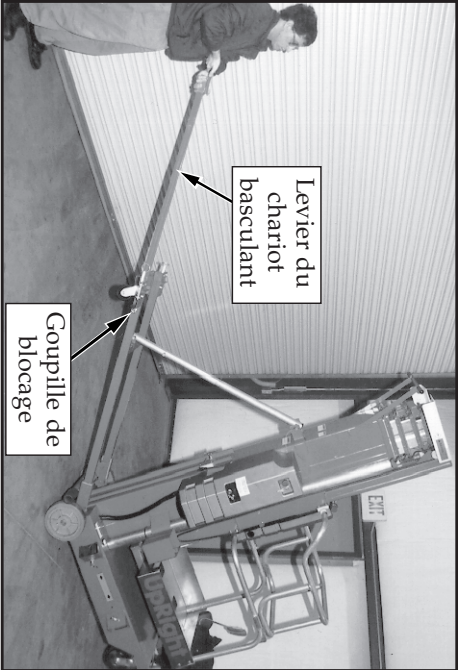

Figure 8 : Basculement et redressement à l'aide du levier du chariot basculant
4. Sortir le levier du chariot basculant à la position de basculement/redressement. Pour ce faire, libérer la goupille de blocage et tirer sur le levier du chariot basculant jusqu’à ce que la goupille s’engage à nouveau (figure 8).
5. Pousser sur le levier en exerçant une pression vers le bas, jusqu’à ce le poids de la machine soit transféré au chariot. À mesure que le mât bascule vers l’arrière, contrebalancer le poids de la machine en exerçant une pression de plus en plus forte vers le haut, à l’extrémité du levier (figure 8). La machine se posera alors sur les roulettes du chariot tout en douceur.
3. Soulever le levier du chariot. À mesure que le mât se met en position verticale, contrebalancer le poids de la machine en exerçant une pression de plus en plus forte vers le bas, à l’extrémité du levier (figure 8). La machine se posera alors sur les roulettes avant tout en douceur.